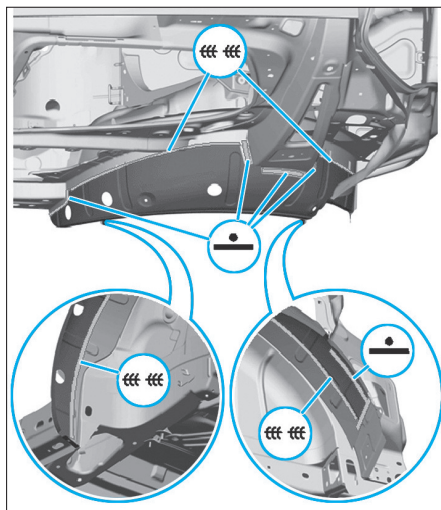

FIG. 154
- Souder d'en haut et d'en bas la coquille extérieure de passage de roue avec la coquille intérieure de passage de roue en cordon discontinu (Fig.154).